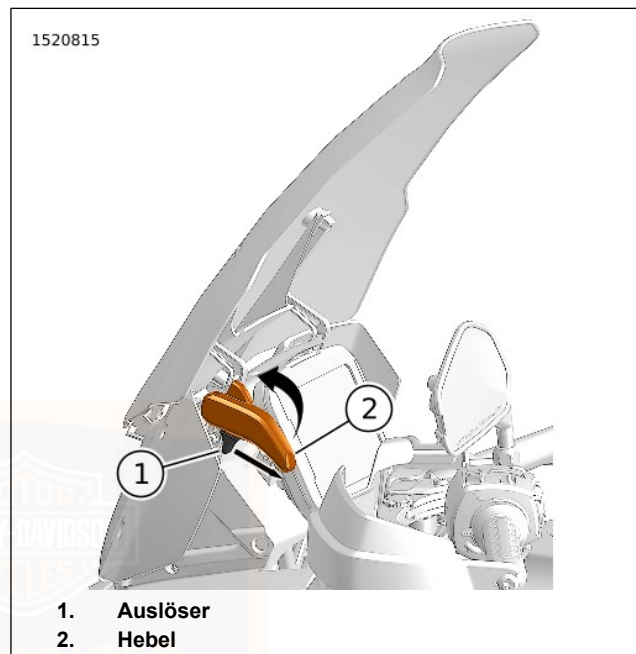

Abbildung 50. Höheneinstellung Windschutzscheibe
1. Siehe Abbildung 50. Halten Sie den Hebel (2) und betätigen Sie den Auslöser (1), bis der Hebel nach unten bewegt werden kann.
1. Siehe Abbildung 50. Halten Sie den Hebel (2) und betätigen Sie den Auslöser (1), bis der Hebel nach oben bewegt werden kann.